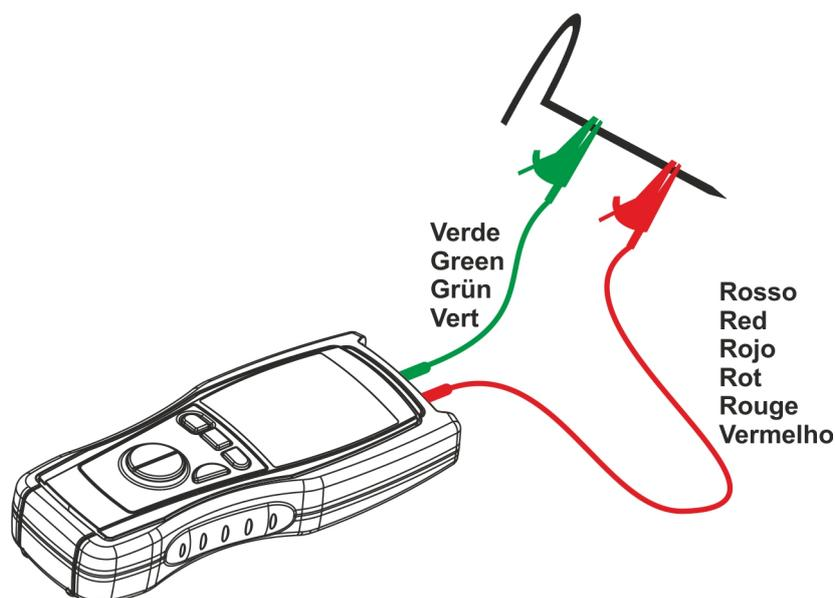

Fig. 2: Ligações do instrumento para o azeramento dos cabos na modalidade EARTH-2P
5. Curto circuitar entre si as extremidades dos cabos de medida (ver Fig. 2) prestando atenção para que as partes metálicas dos crocodilos façam um bom contacto entre si. Para obter uma ligação segura pode ser utilizado um dos piquetes fornecidos com o instrumento.